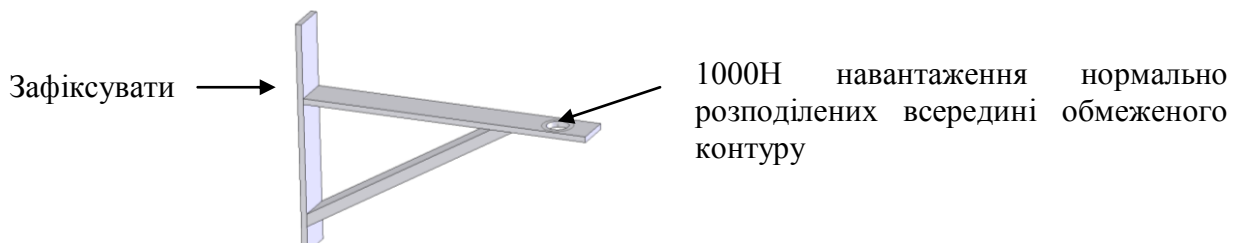

Рис. 6.4. Схема закріплення та навантаження
2. Створіть новий статичний аналіз. Де визначте перші граничні умови як показано на рис. 6.4. Також задайте кожній з деталей матеріал.